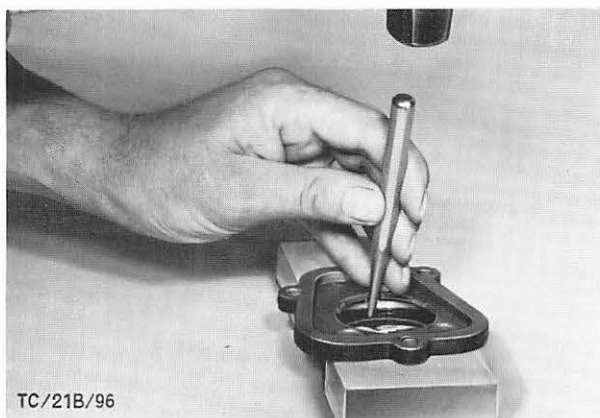

Abb. 321 Radialdichtring – Nebenwelle aus dem Stirn-deckel treiben
7. Radialdichtring mit einem Dorn aus dem Stirn-deckel treiben, Abb. 321.